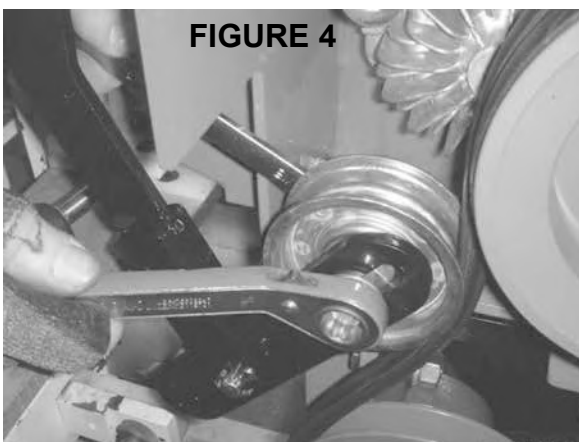

FIGURE 4
2. Desserrez la poulie et montez la fente pour une tension plus serrée de la courroie. **Figure 4**